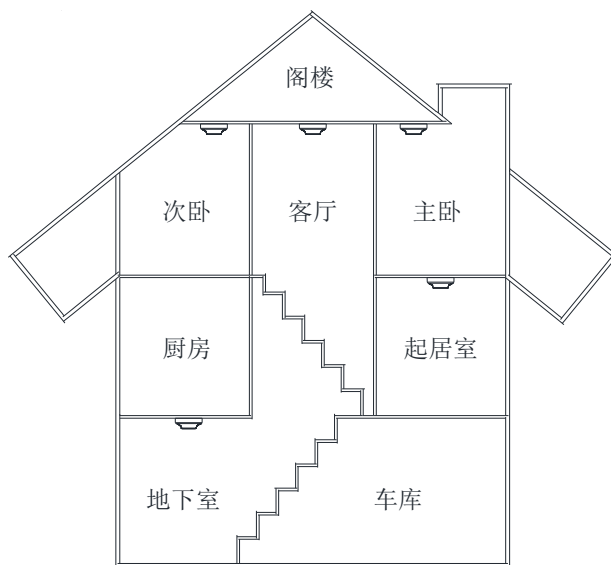

图 3 报警器安装位置示意图
装的位置可参考图 3, 请结合实际情况确定最佳的安装位置。
- ① 温度低于零下 10℃、高于 55℃或相对湿度 $\geq 95\%RH$ 的区域。
- ② 厨房、热水器、冷暖空调、火炉等温度会快速变化的地方, 报警器可能引起误报警。
5.3. 报警器安装示意图如图 3 所示